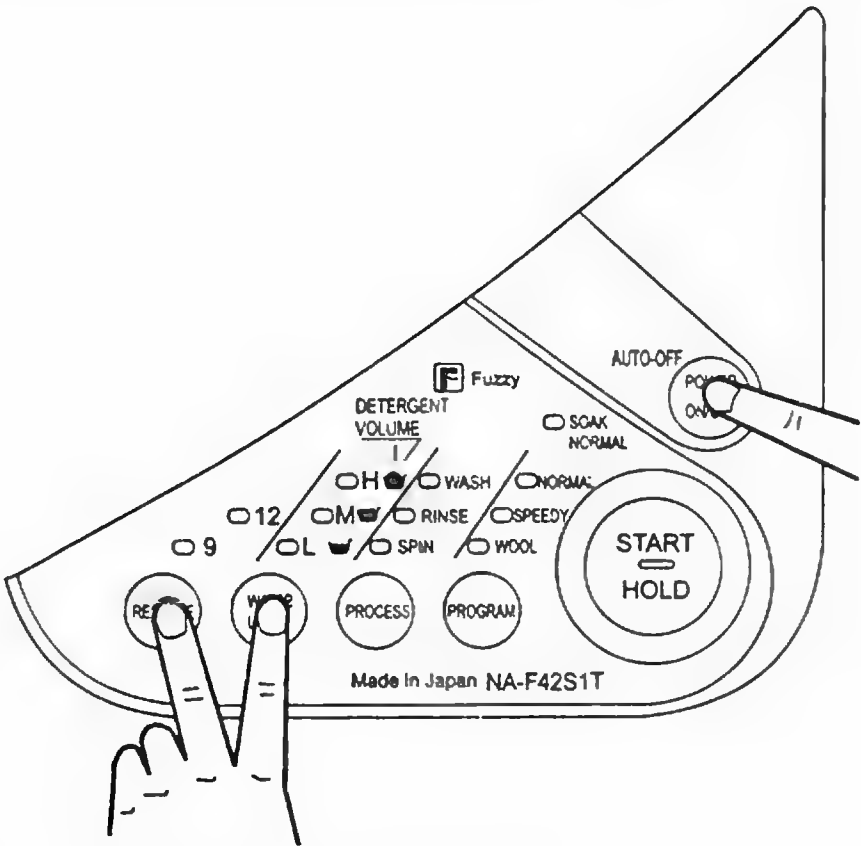

Рис. 3.13.22. Вход в тестовый режим
- другой рукой кнопку “ВКЛ/ВЫКЛ” переводят в положение “ВКЛ” (рис. 3.13.22);